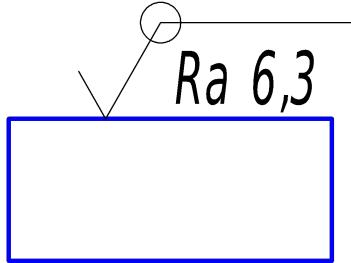

рис. 1
4. Знаки, имеющие полку, должны располагаться относительно основной надписи чертежа так, как указано на рис.1, а знаки без полки (без указания параметра и способа обработки) располагают как на рис.2. При расположении поверхности в заштрихованной зоне обозначение наносят только на полке линии-выноски.
9. Если одинаковую шероховатость имеют поверхности, образующие **контур**, обозначение шероховатости наносят один раз (рис. 1). Диаметр вспомогательного знака \square - 4...5 мм. В обозначении одинаковой шероховатости поверхностей, **плавно переходящих** одна в другую, знак \square не приводят (рис. 2).